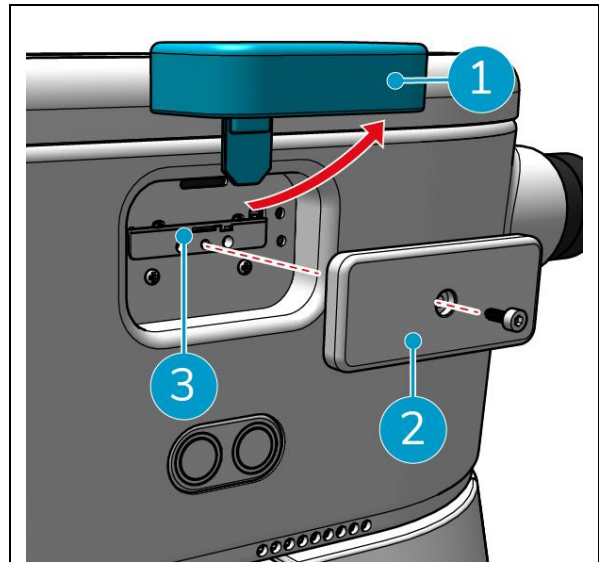

Figura 17
1. Aprire il tappo di gomma blu (Figura 17, pos. 1).
2. Rimuovere la piastra di copertura (Figura 17, pos. 2), utilizzando una chiave Torx.
3. Inserire la scheda SIM nell'apposito slot (Figura 17, pos. 3).